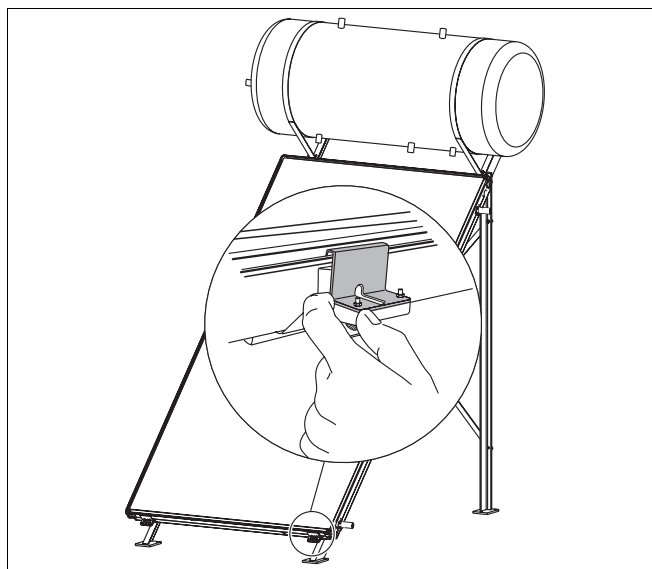
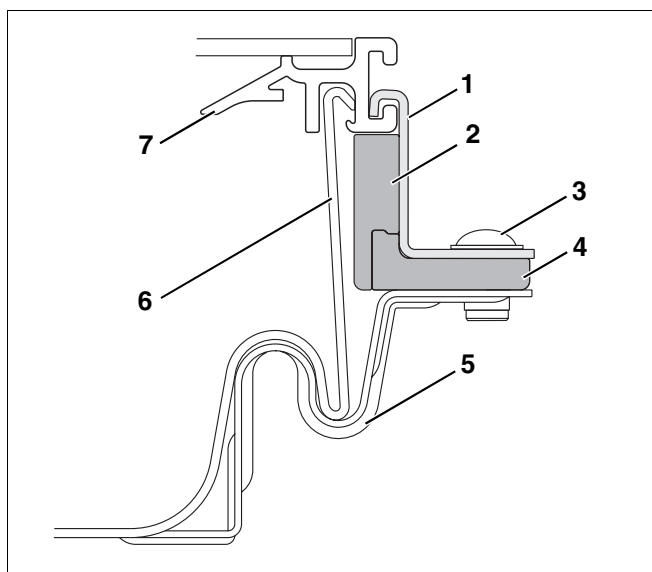

Fig. 15 Fixar o colector
Fig. 16 Esquema dos grampos de colector encaixados
Preste atenção a que as partes superiores de plástico (fig. 16, **item 2**) dos suportes distanciadores de duas peças estejam encaixadas sobre as partes inferiores de plástico (fig. 16, **item 3**).
As partes superiores em plástico apoiam a moldura do colector (fig. 16, **item 6**).
- B Inclinar ligeiramente para a frente os suportes distanciadores e colocar os grampos de colector (fig. 16, **item 1**) na ranhura da moldura do colector (fig. 15).
- B Aparafusar os grampos de colector aos suportes do colector, com os parafusos de cabeça lenticular fornecidos (fig. 16, **item 3**).